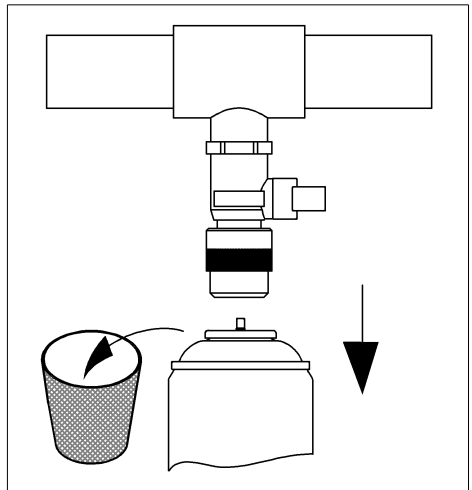

Fig. 5 : Mettre au rebut l'aérosol de QUICK-DOS
- Ensuite mettre au rebut l'aérosol de QUICK-DOS (cf. fig. 5).